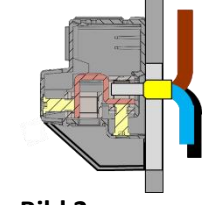

Bild 2
- 50A gG, Anschluss hinten (Bild 2)
Zählerschleifen bis 25mm² Querschnitt können auch nach hinten (Bild 2) angeschlossen werden. Dies erleichtert die Montage und reduziert die mechanischen Kräfte. Weniger Lagerkosten, eine Steckleiste für alle Anwendungen.